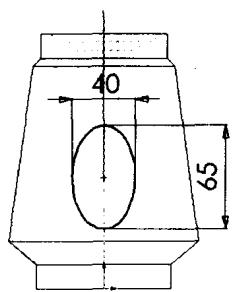
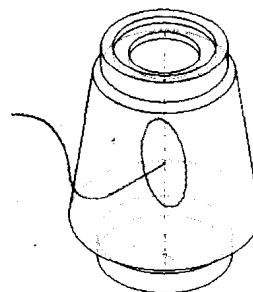

图 1.5
图 1.6
- 选择 FeatureManager 设计树中的【前视】基准面，单击【草图绘制】工具栏中的【草图绘制】按钮，在前视基准面上打开一张草图。单击【标准视图】工具栏中的【前视】按钮，将视图转正。单击【草图绘制工具】工具栏中的【椭圆】按钮，在任意位置画一个椭圆。按住 Ctrl 键，在绘图区分别选择椭圆中心和坐标原点，单击【标注几何关系】工具栏中的【添加几何关系】按钮，在弹出的【添加几何关系】对话框中的【几何关系】选项组中选择【竖直】单选按钮，单击【应用】按钮。在绘图区分别选择椭圆短轴的两个端点，在【几何关系】选项组选择【水平】单选按钮，单击【应用】按钮，单击【关闭】按钮。单击【标注几何关系】工具栏中的【尺寸标注】按钮，标注椭圆的长、短轴尺寸分别为 65 mm、40 mm，如图 1.5 所示。单击【标准视图】工具栏中的【等轴测】按钮，将视图变为等轴测视图，按住 Ctrl 键，在绘图区分别选择椭圆中心和草图 2 的右端点，单击【标注几何关系】工具栏中的【添加几何关系】按钮，在弹出的【添加几何关系】对话框中的【几何关系】选项组中选择【重合】单选按钮，单击【应用】按钮，单击【关闭】按钮。单击【草图绘制】工具栏中的【草图绘制】按钮以关闭草图(如图 1.6 所示)。